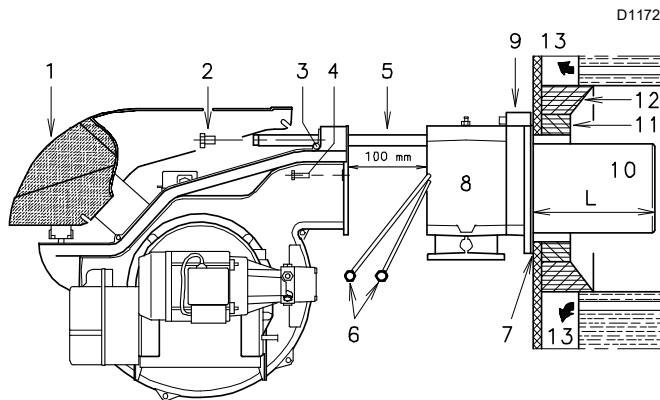
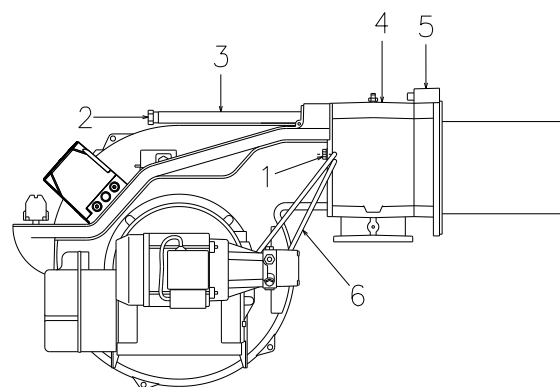

Рис. 11
Рис. 17
- Отсоедините головку горения от остальной части горелки, как показано на Рис. 11:
После этого закрепите фланец 9)(Рис. 11 на стр. 16) к плите котла, прокладывая между ними теплоизоляционный экран 7)(Рис. 11 на стр. 16) из комплекта поставки. Используйте также 4 винта из комплекта, предварительно покрыв резьбу защитным покрытием от заедания.
- Снова установите горелку на направляющие 3)(Рис. 17) примерно на 100 мм от патрубка 4), горелки указано на Рис. 11 на стр. 16.
- Вставьте кабели электродов, а затем продвиньте горелку до патрубка (положение горелки показано на Рис. 17).
- Вновь завинтите винты 2)(Рис. 17) на направляющие 3).
- Подсоедините дизельные шланги, закрутив два штуцера 6) (Рис. 11 на стр. 16).